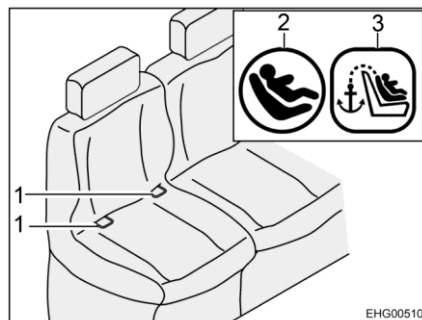
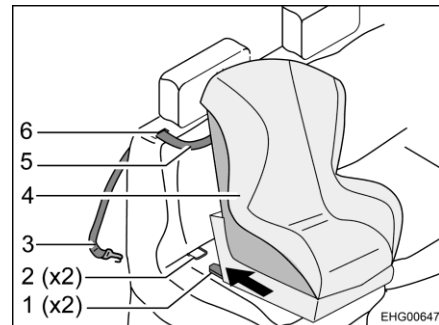

Bild 10 Stol med Isofix
Bild 11 Fastsättning med övre hållrem
- För den övre hållremmen (Bild 11,5) genom skåran (Bild 11,6) i ryggstödet's dyna (bredvid nackstödet).
- Haka fast fästkorkarna (Bild 11,3) på förankringspunkten på baksidan av nackstödet på fordonssitsen.
- Låt låsarm (Bild 11,1) i fästbygel (Bild 10,1 och Bild 11,2) klicka på plats. Ett tydligt klickande ljud ska höras.
- Kontrollera med ett kraftigt ryck om barnstolen (Bild 11,4) sitter fast.